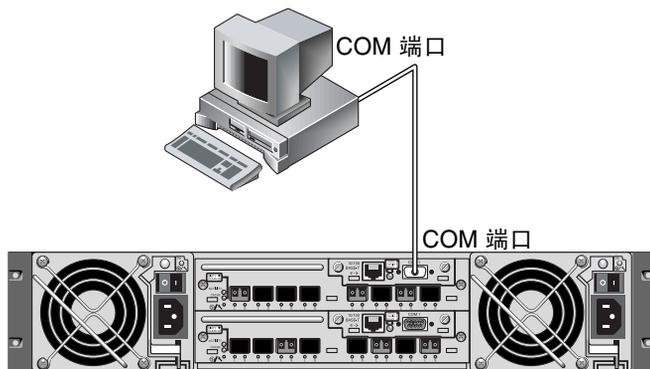

图 E-1 RAID 阵列的 COM 端口在本地连接到主机系统的串行端口
1. 将 RAID 阵列 COM 端口连接到 Solaris 工作站的串行端口，如图 E-1 所示。使用 `tip` 命令在本地访问阵列：